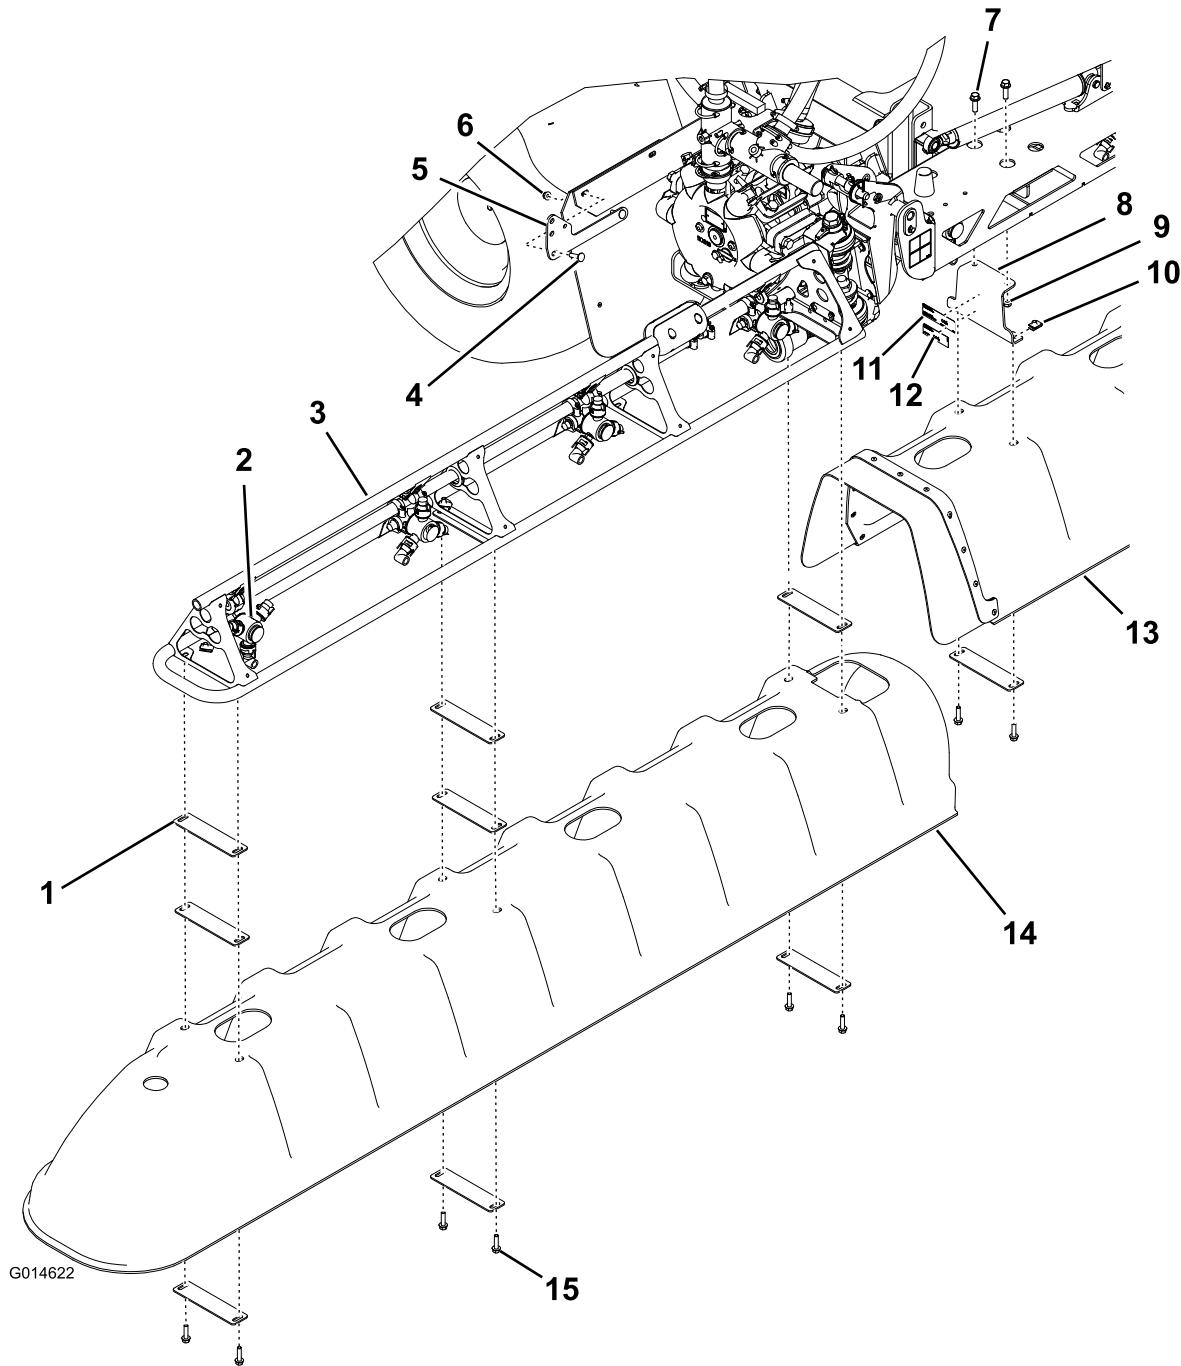

Bild 1
1. Befestigen Sie das Schild mit den Modell- und Seriennummern und das Schild der Aufsichtsbehörde an einer Halterung des mittleren Auslegers, wie in Bild 1 dargestellt.
2. Befestigen Sie jede der zwei mittleren Halterungen mit 2 Sechskantschrauben (3/8 x 1-1/4 Zoll) und 2 Bundmuttern (3/8 Zoll) am mittleren Ausleger, wie in Bild 1 dargestellt.
3. Befestigen Sie die mittlere Abdeckung mit 4 U-Muttern, 2 Scheibenplatten und 4 Sechskantschrauben (5/16 x 1-1/4 Zoll) an den Halterungen des mittleren Auslegers, wie in Bild 1 dargestellt.
2. Befestigen Sie eine der Abdeckungen für den Seitausleger (Bild 1) mit 8 Scheibenplatten, 6 Sechskantschrauben (5/16 x 1-1/4 Zoll) und 6 U-Muttern.
Bundmuttern (5/16 Zoll) an der Maschine, wie in Bild 1 dargestellt.
2. Entfernen Sie das Ablassventil und befestigen es mit dem vorhandenen Klappstecker und der Verbindungsleine an der Befestigungshalterung (Bild 1).